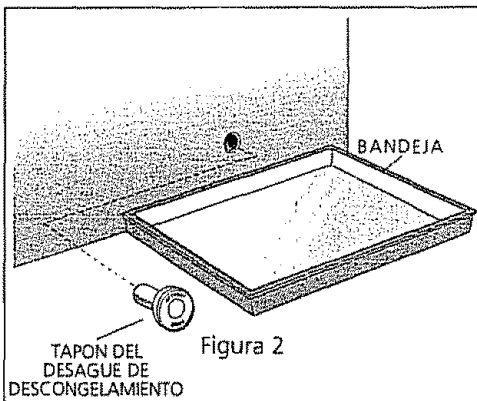

Figura 2
- En la parte superior del gabinete, levante la tapa de plástico de la bisagra y dóblela hacia atrás. (Figura 2)
- **En los modelos horizontales** equipados con desagüe de descongelación coloque una bandeja o la bandeja divisora/de desagüe (suministrada con algunos modelos) debajo de la salida del desagüe (Figura 2). Un adaptador de manguera de jardín de media pulgada puede ser usado para desaguar el congelador directamente al desagüe del piso (Figura 3). Saque la tapa que se encuentra dentro del congelador y saque el tapón exterior de desagüe de congelación (Figura 4).